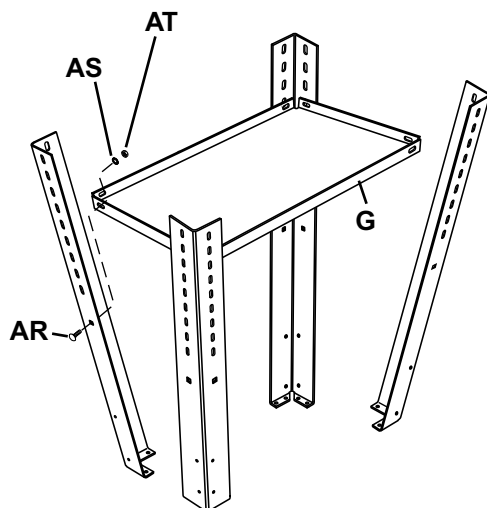

Figure 12
**AR, noir/negro (8)**
**AS, noir/negro (8)**
**AT, noir/negro (8)**
1. Aligner les trous situés dans les pieds avec les trous dans les angles du plateau à outils (G). Voir la figure 12.
2. Utiliser 8 boulons de carrosserie (AR), 8 rondelles dentées (AS) et 8 écrous hexagonaux (AT) pour fixer le plateau aux pieds. Serrer fermement.